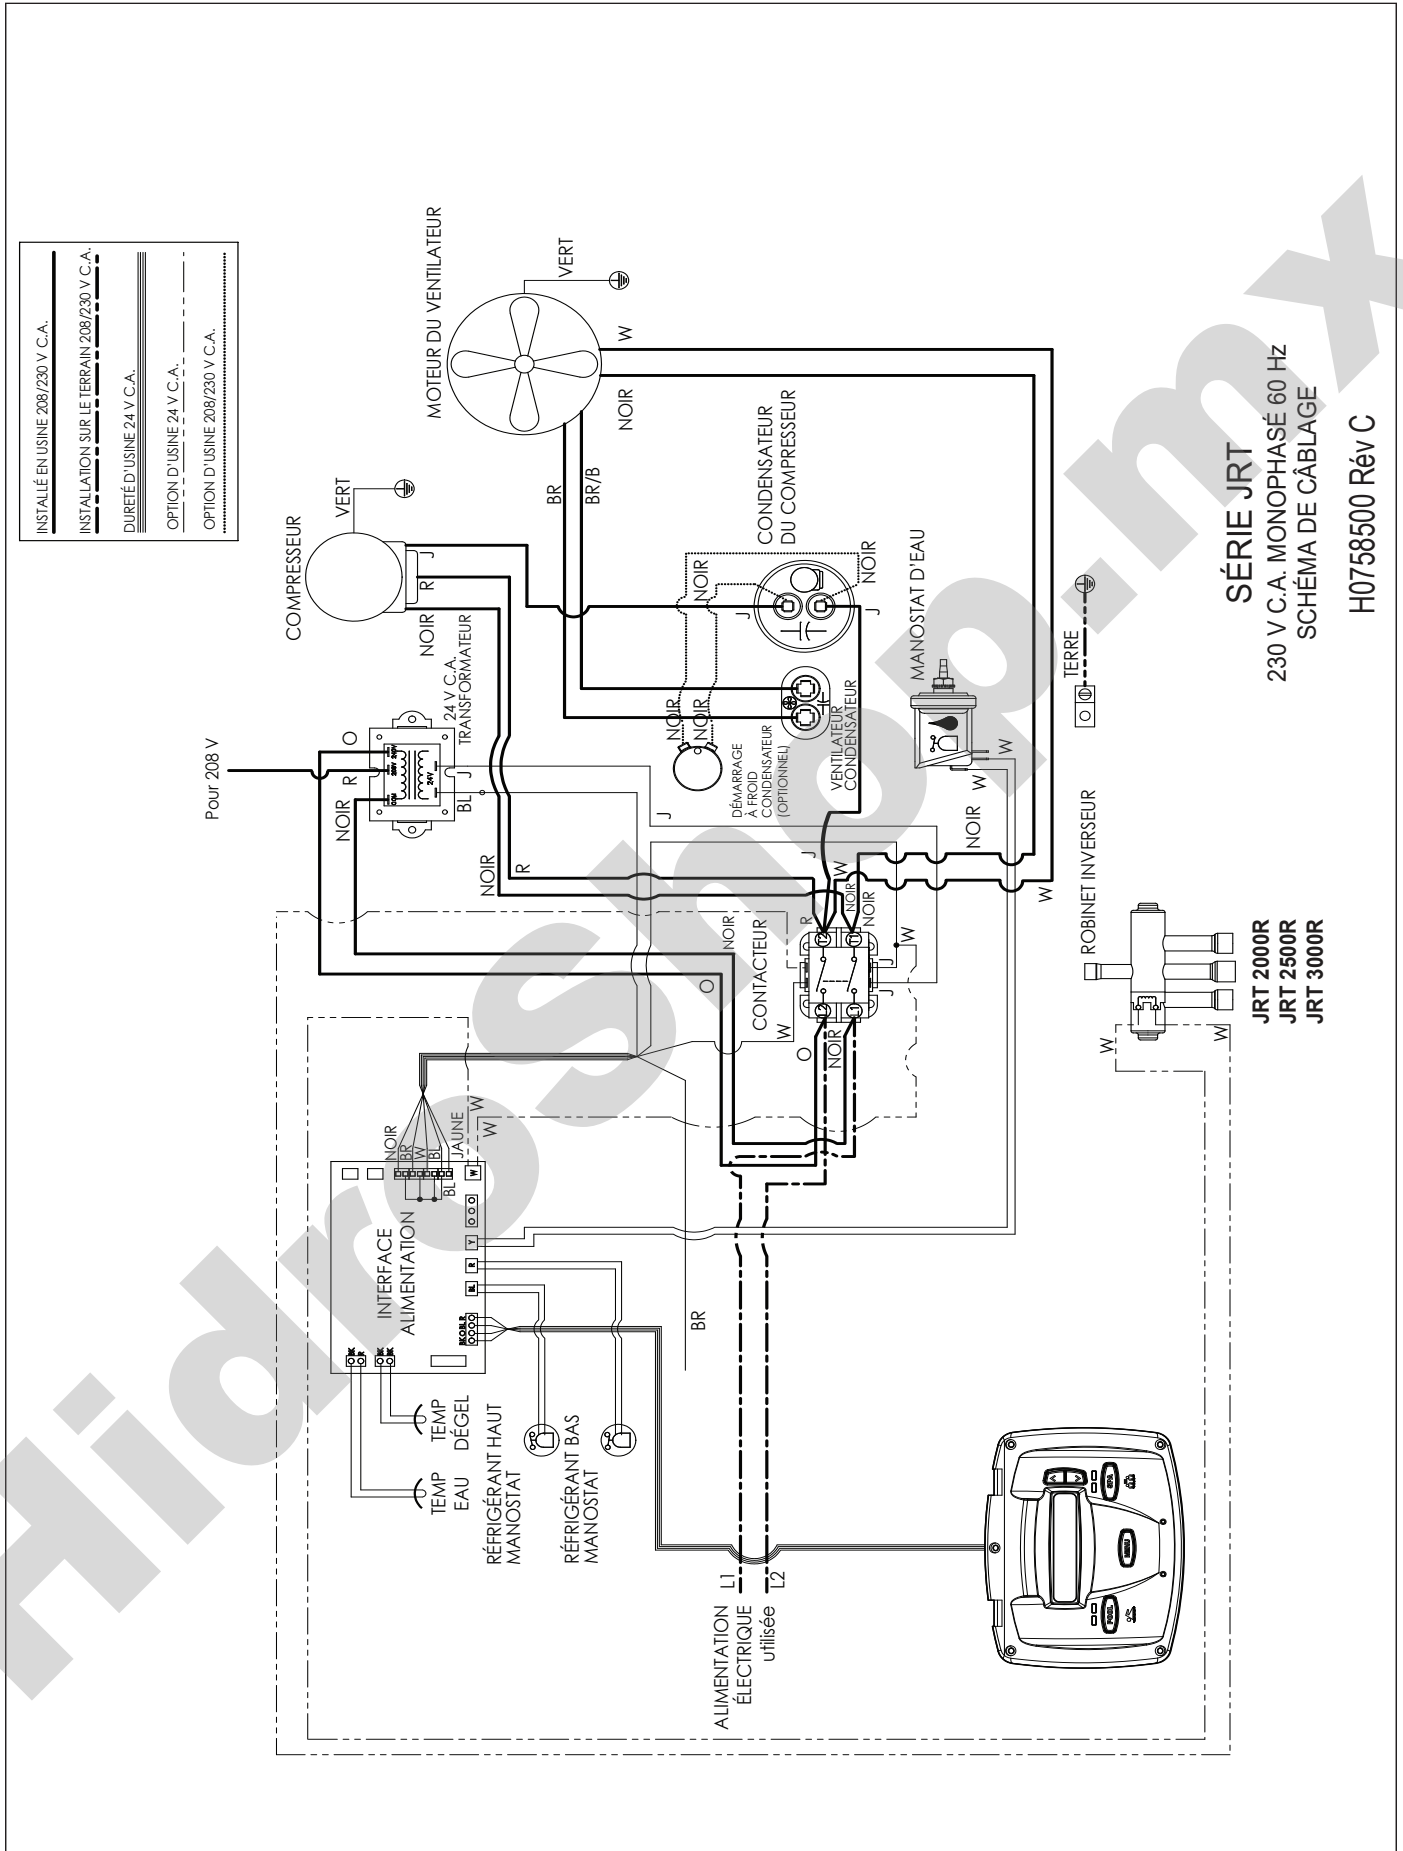
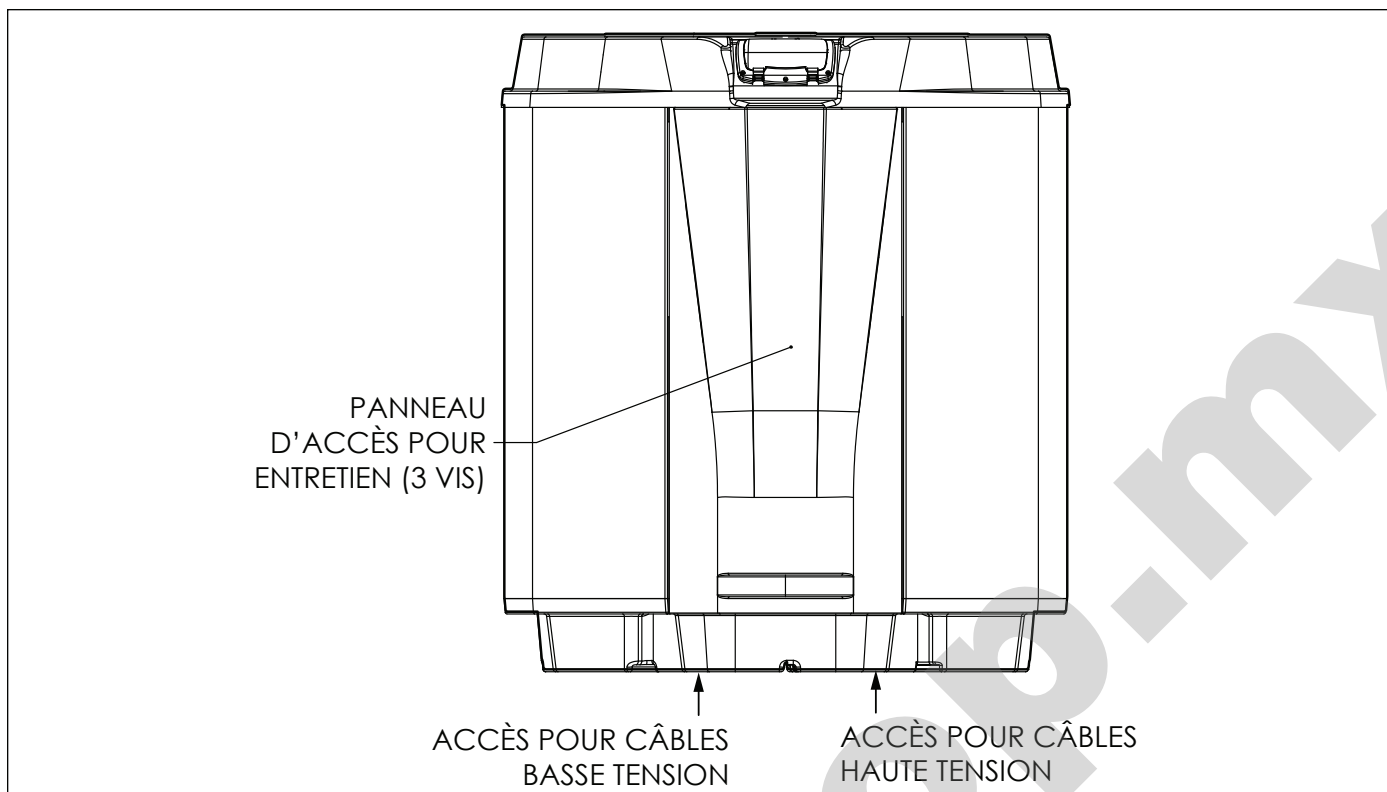

Figure 8. Diagramme de câblage alimentation électrique monophasé JRT
Figure 9. Vue avant thermopompe JRT de Jandy
Les connexions de câblage doivent être effectuées exactement comme indiqué dans le schéma de câblage qui se trouve à l'intérieur du compartiment d'accès de la thermopompe (voir la figure 8 pour le câblage électrique monophasé). La thermopompe doit inclure un moyen défini de mise à la terre et de mise à la terre. Il y a une cosse de liaison sur le côté droit de la thermopompe, où un fil de liaison doit être fixé.
2. Retirer les trois (3) vis qui fixent le panneau de service/d'accès à l'unité de thermopompe (voir Figure 9).
8. Connecter les fils aux bornes du contacteur principal comme indiqué sur le schéma de câblage. Se reporter à la Figure 8.
2. Retirer les vis qui fixent le panneau de service/d'accès à l'appareil de thermopompe et le couvercle à la boîte de jonction (voir Figure 9).
3. Acheminer les fils du système de contrôle de la piscine/du spa dans le conduit de connexion étiqueté « Low Voltage Connection », situé en bas à droite de la thermopompe (voir Figure 9).
2. Retirer les vis qui fixent le panneau de service/d'accès à l'appareil de thermopompe et le couvercle à la boîte de jonction (voir la figure 9).
2. Retirer les trois (3) vis qui fixent le panneau avant à la thermopompe et le retirer. Se reporter à la Figure 9.
5. Faire passer quatre (4) fils de cuivre pleins de 22 AWG dans la membrane souple basse tension située sur le côté inférieur gauche de la thermopompe. Les fils peuvent mesurer jusqu'à 300 pieds (91,4 m) de longueur.
6. Connecter les fils à la borne 4 positions sur le côté inférieur gauche de la carte de circuit imprimé d'interface d'alimentation, étiquetée « User Interface1 ». Se reporter à la Figure 8. Les fils seront aussi ajoutés au câblage actuel de l'interface utilisateur installée sur la thermopompe.